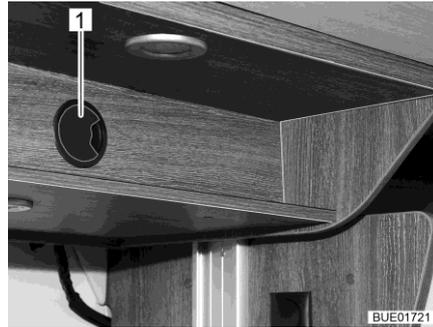

Bild 150 Zugang zum Antrieb (hinter Zugangsöffnung in Blende)
- Wenn vorhanden, den Deckel von der Zugangsöffnung (Bild 150,1) abziehen.